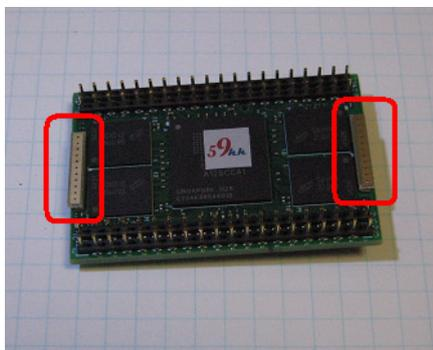

図 9.1. SD-CONF3 Bottom View (差し替え要)
- しかしながら、図 9.1.のように、モジュールの裏側は高密度にチップ部品を実装しており、取扱いに注意して取り外さないと不用意に部品を押しつぶしたり、パターンを剥離してしまいかねません。